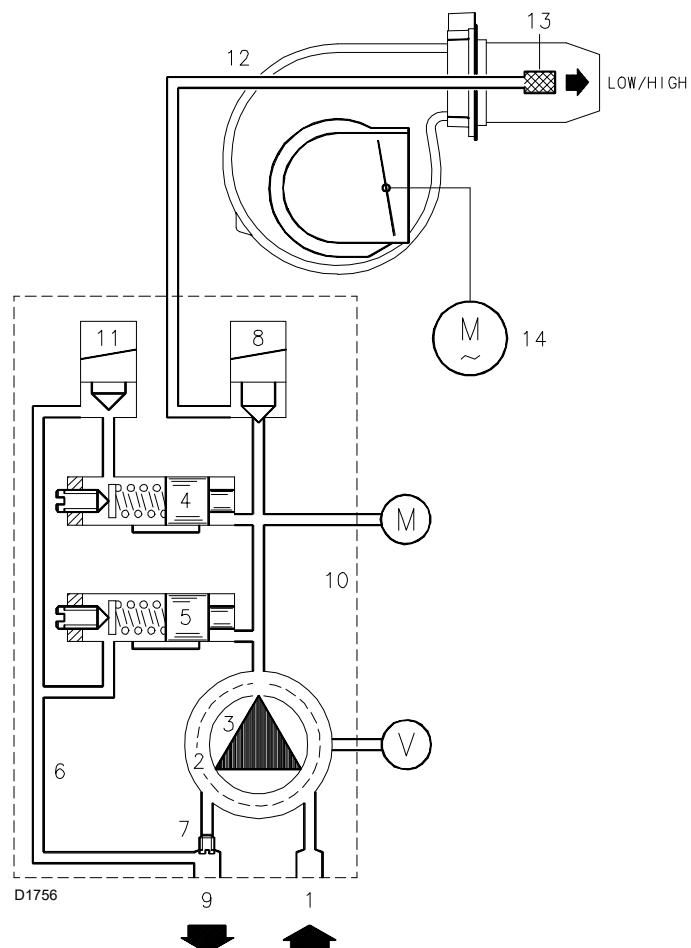

Fig. 25
- Als de temperatuur of de druk in die mate stijgt dat de TR opengaat, dan gaat de elektromagnetische klep 11) (Fig. 25) open en schakelt de brander over van 2de naar 1ste vlamgang.